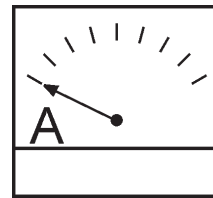

**Figure 51. Ampèremètre (sans charge)**
9. L'ampèremètre (Figure 51) affichera **zéro ampère** sans aucune charge appliquée. Lorsque la charge est appliquée, l'ampèremètre affichera la quantité de courant que la charge absorbe à partir du générateur.